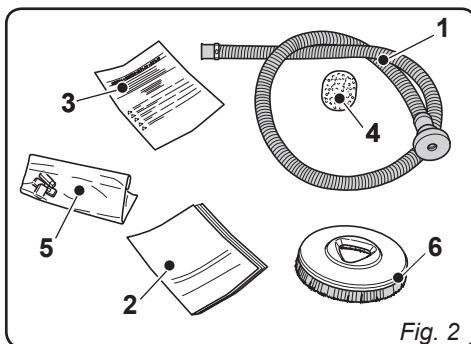

Fig. 2
- Rimuovere la busta (1) contenente gli accessori in dotazione e la scatola (2) contenete la spazzola.
2.1.a - Dotazione macchina (Fig. 2)